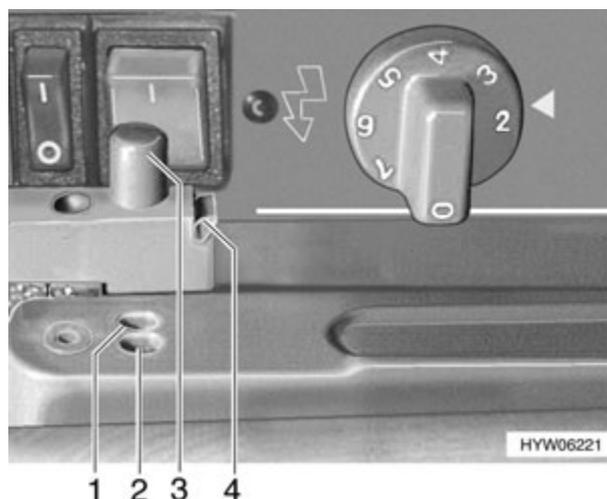

Fig. 155 Dispositif de verrouillage de la porte du réfrigérateur (variante 1)
- Libérer le dispositif de blocage en exerçant une pression latérale sur la cale de sécurité verte (Fig. 155,4). La goupille de blocage (Fig. 155,3) sort de son logement.
- Enfoncer la goupille de blocage (Fig. 155,3), de telle sorte qu'elle s'enclenche dans la position de repos extérieure (Fig. 155,2).
- Enfoncer la goupille de blocage (Fig. 155,3) de telle sorte qu'elle s'enclenche dans la position de repos intérieure (Fig. 155,1). La porte du réfrigérateur reste ainsi légèrement ouverte.